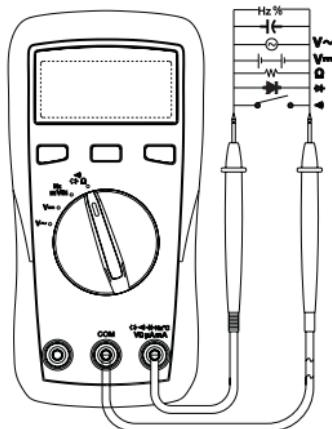

Abb. 2
1. Stecken Sie die rote Messleitung in die Messbuchse VmA μ A Ω -Buchse und die schwarze Messleitung in die Messbuchse COM. Orientieren Sie sich an der Abb. 2
3. Verbinden Sie beide Messspitzen mit dem Messobjekt. Bei negativer Eingangsspannung (DC) erscheint ein Minus vor dem Messwert.